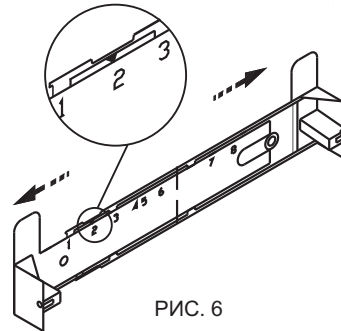

РИС. 6
- увеличьте размер кронштейна рис.6 (если это необходимо), раздвинув его, и установите фиксатор напротив цифры, соответствующей Вашему зонту (см табл.3, графа N).